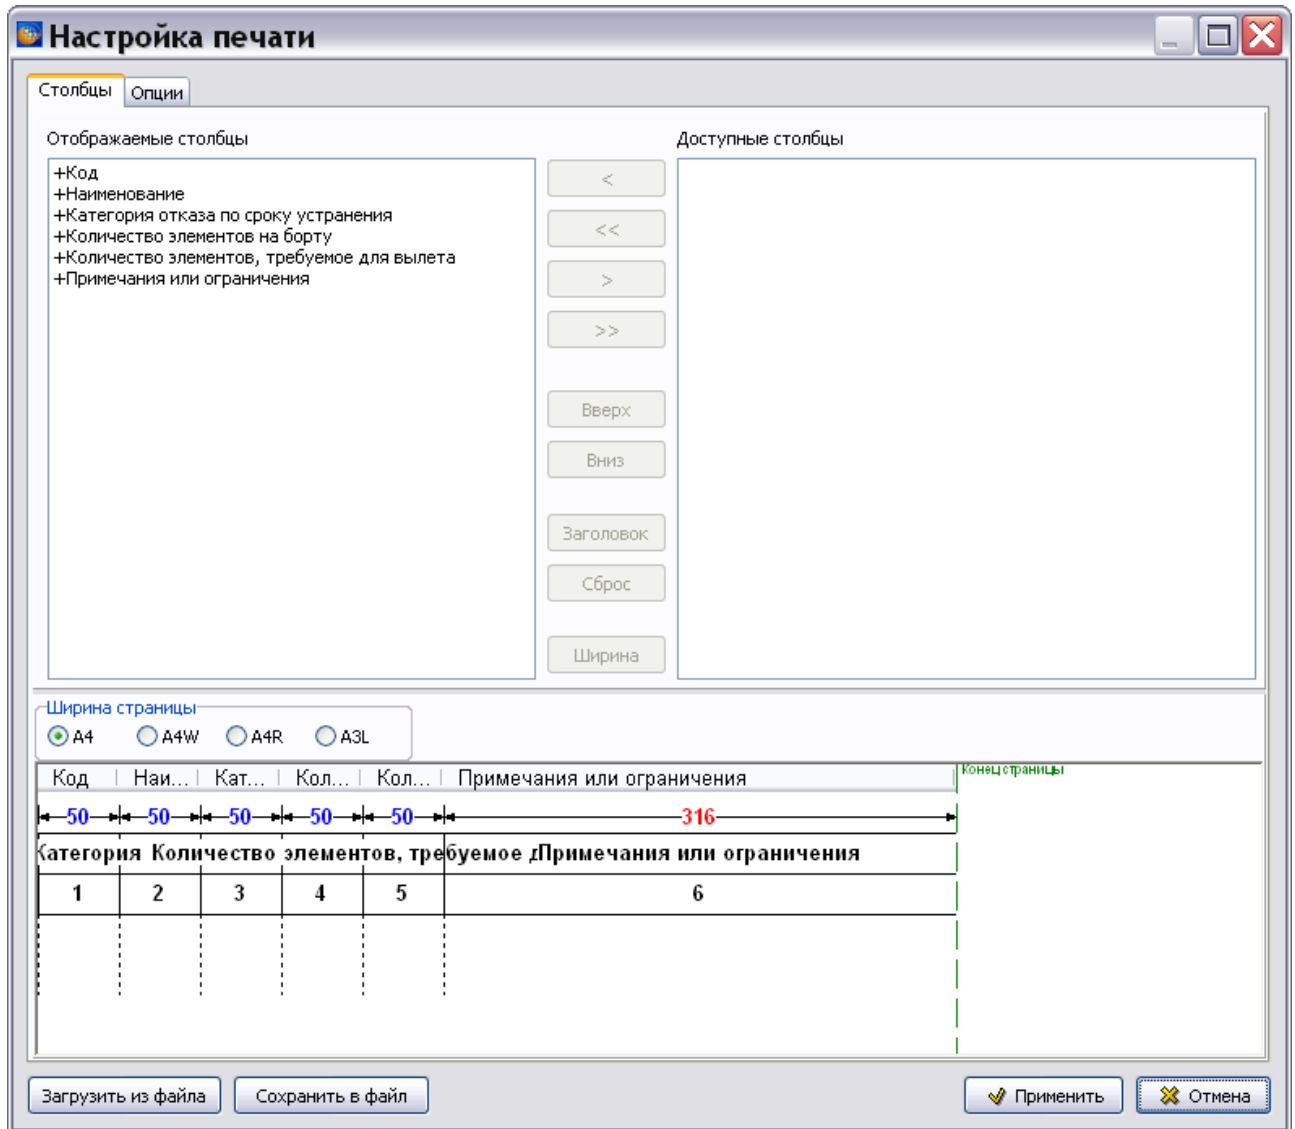

Рисунок 538
3) При выборе пункта **Настройки печати из модуля данных...** можно установить настройки, отличные от заданных в шаблоне документа. Настройки создаются в диалоговом окне **Настройка печати** на вкладках «Столбцы» и «Опции» (рисунок 538).